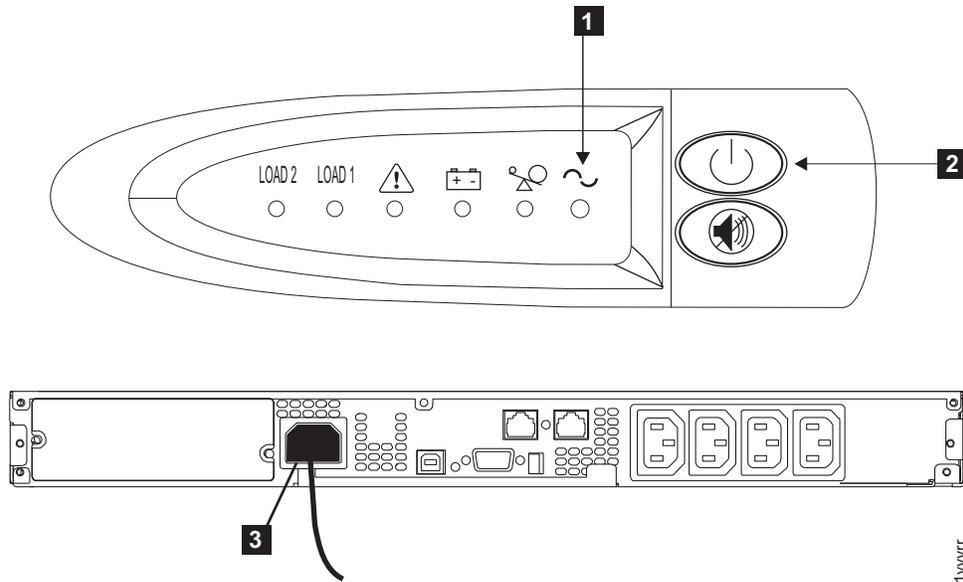

図 31. 無停電電源装置 5115 からの電源ケーブルの取り外し
2. オン/オフ・ボタン2を 2 秒間押し続けます。UPS 5115 は待機モードになり、すべてのインディケータがオフになります。UPS 5115 の正面図と背面図については、182 ページの図 31 を参照してください。